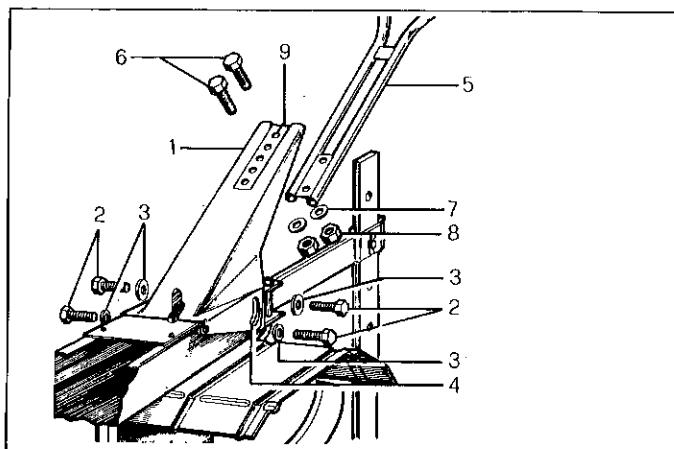

Fig. 5
Montare il supporto (fig. 5, part. 1) sulla motozappa tramite le quattro viti (2) e rispettive rondelle (3).
Secure support (1, fig. 5) to motor-hoe through the four screws (2) and washers (3).
Adapter le support (1, fig. 5) à la motohoue au moyen des quatre vis (2) et des rondelles (3) respectives.
Die Stütze (Bild 5, Detail 1) mit der Motorhöcke durch die vier Schrauben (2) und Scheiben (3) befestigen.